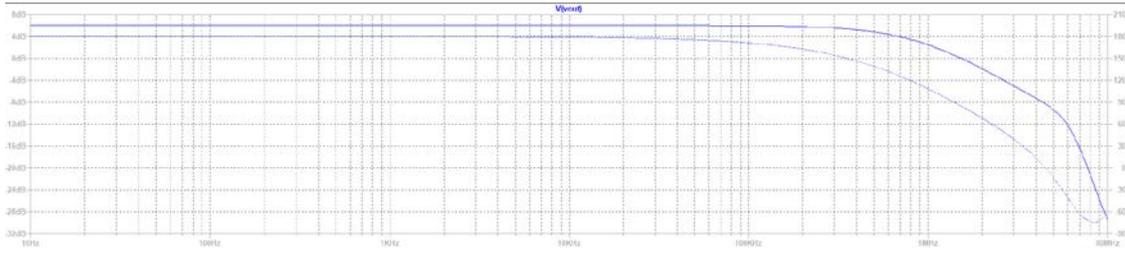

Figure 11
7. D'abord on double le gain d'amplificateur en augmenter  $R_2$  de  $1\text{k}\Omega$  à  $2\text{k}\Omega$ . Puis on peut obtenir l'allure en décibel dans Figure 11. Quand  $\omega \rightarrow 0$ , On trouve l'asymptote horizontale est  $6\text{dB}$ , pour chercher la bande passante on doit mesurer le valeur qui vaut  $3\text{dB}$ , et on trouve à ce moment-là la fréquence est  $0.889\text{MHz}$ . Et on a bien